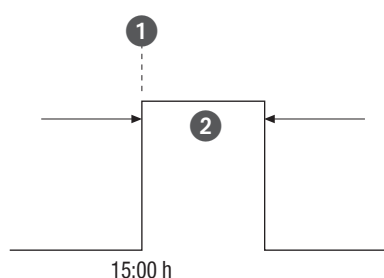

Fig. 31: Comutação por impulso
- (Fig. 31/①) Hora de início
- (Fig. 31/②) Duração = Comutação ON